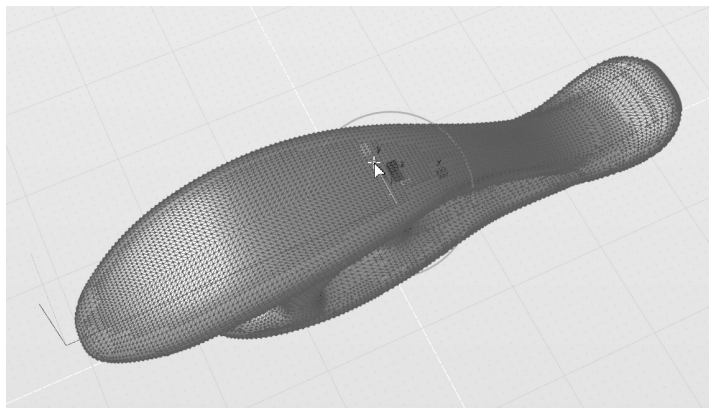

图 9-34 在 Y 轴方向上缩放模型
2) 选中文件中的模型, 该文件为细分模型, 有很多细碎的细分面。但是观察其控制面板, 显示为“编辑 PolyNURBS”。也就是说, 这个模型导入进来后被自动识别为“PolyNURBS”。可以使用所有之前学习的 PolyNURBS 工具对该模型进行造型微调。例如, 选中 PolyNURBS 模型, 按〈A〉键切换至编辑顶点状态, 框选所有控制点, 在某一轴向上进行整体缩放, 如图 9-34 所示。